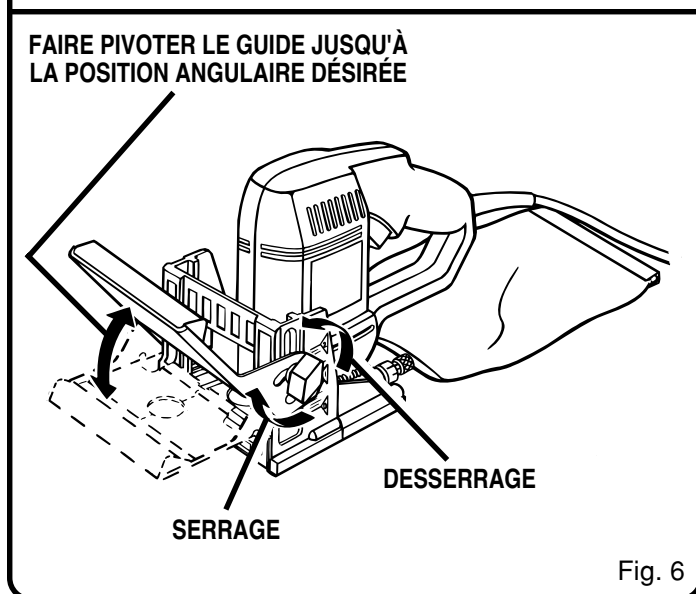

Fig. 6
Voir figure 6.
4. Resserrez bien les boutons du dispositif de réglage. Voir figure 6.